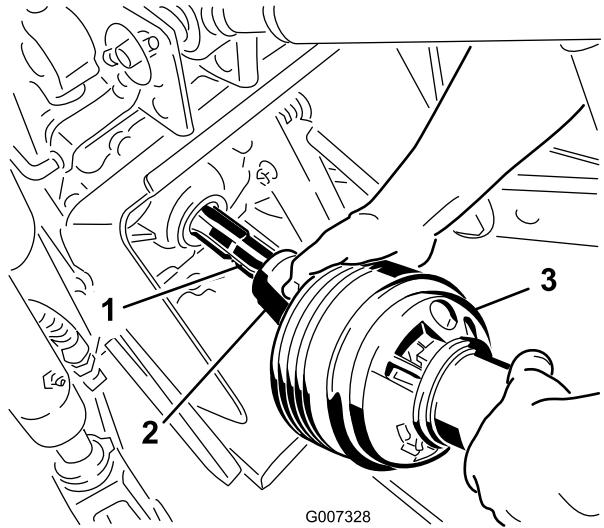

Figura 20
3. Ligue o eixo da tomada de força ao eixo da tomada de força do tractor (Figura 20).